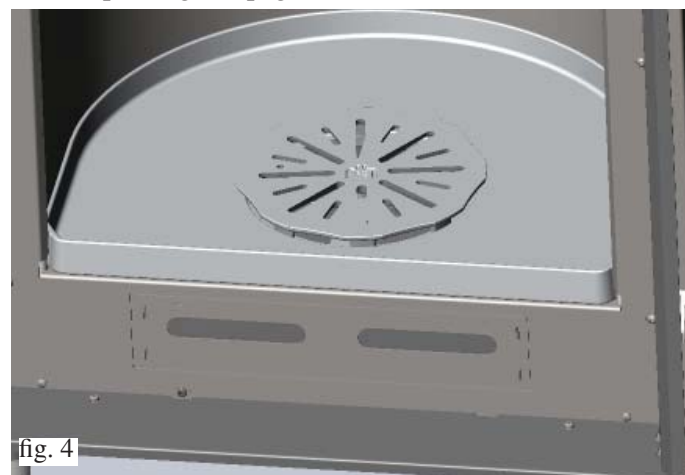

fig. 4
- Ouvrir la porte et la bloquer dans la position d'ouverture pour pouvoir facilement opérer à l'intérieur du foyer (fig.4).